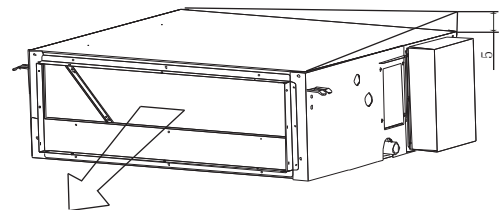

图4.8 顶面倾斜度
(1) 检查确认顶面是平的, 测量最大顶面倾斜度。
(2) 如图4.8所示, 室内机右后角稍微低于其他角